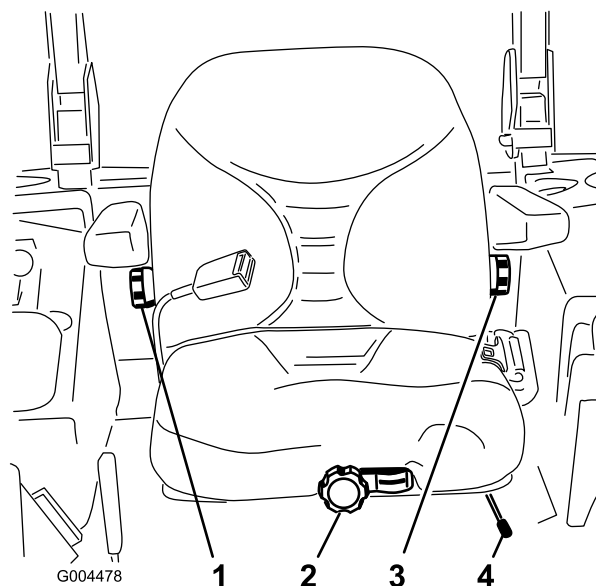

Figura 29
1. Para ajustar, desloque a alavanca para o lado e desbloqueie o banco (Figura 29).
Sem estar sentado no banco, rode o botão da frente numa das direcções para proporcionar o máximo conforto (Figura 29).
Para ajustar, rode o botão, sob o descanso do braço direito, numa das direcções para proporcionar o máximo conforto (Figura 29).
Para ajustar, rode o botão, sob o descanso do braço esquerdo, numa das direcções para proporcionar o máximo conforto (Figura 29).